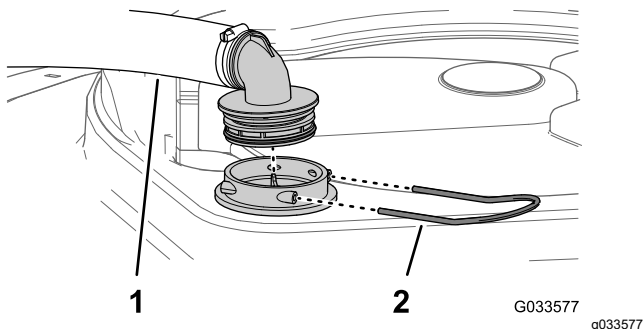

図 42
2. タンク上部で、フィルタハウジングからの太いホースについているフィッティングを固定しているリテーナを外す 図 42。
3. フィルタハウジングからホースとフィッティングを取り外す 図 42。